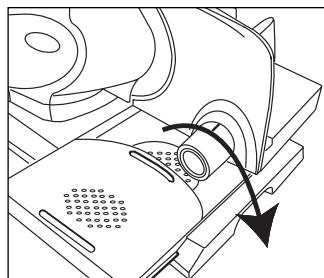

Figure 5
- Réglez l'épaisseur des tranches en faisant tourner la molette de réglage d'épaisseur de coupe. Tourner la molette dans le sens horaire augmentera l'épaisseur des tranches. Le réglage s'affichera au tableau de commandes. Voir Figure 5.